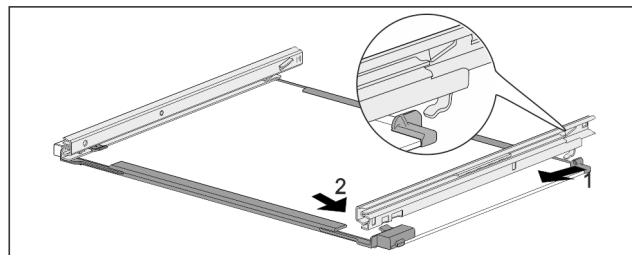

Fig. 180 Стеклянная пластина с направляющими
- ▶ Зацепите направляющую сзади. Fig. 180 (1)
- ▶ Защелкните направляющую спереди. Fig. 180 (2)